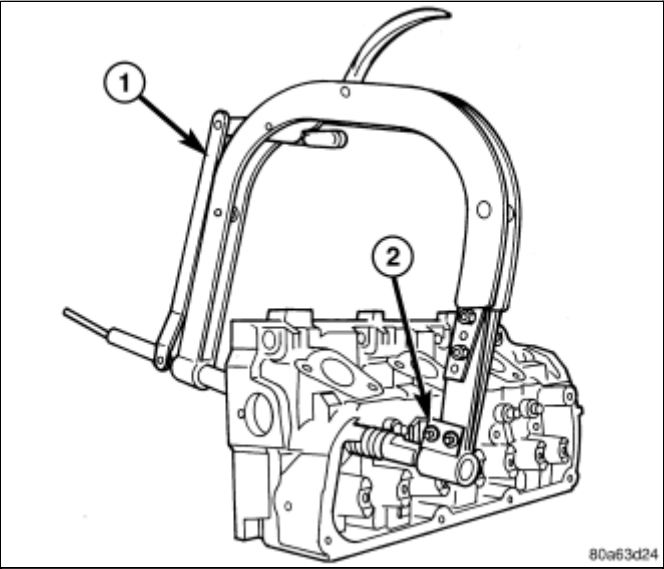

图 2 气门弹簧-拆卸/安装
- 3. 使用专用工具C-3422-D及8464适配器(图 2)，仅将弹簧压缩到足以安装气门挡圈锁。 安装气门挡圈锁。